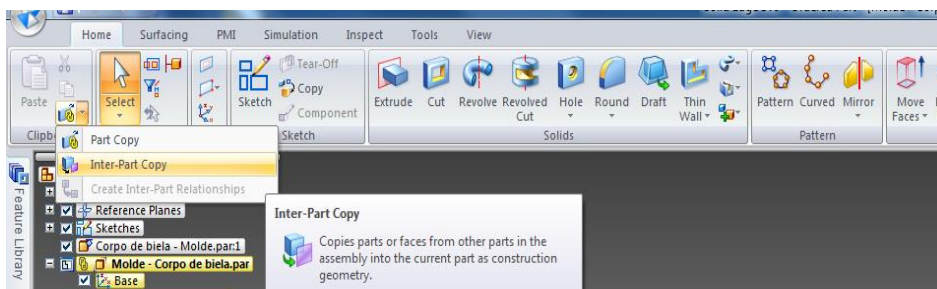

Figura 11.a)
11. Após a extrusão, no canto superior esquerdo, em "Clipboard", selecione "Inter-Part Copy" (Figura 11.a) e clique no cabeça de biela, altere de "Face" para "Body" e clique novamente no cabeça de biela (a cor da biela irá mudar), clique em "Accept" e "Finish" (Figura 11.b)).